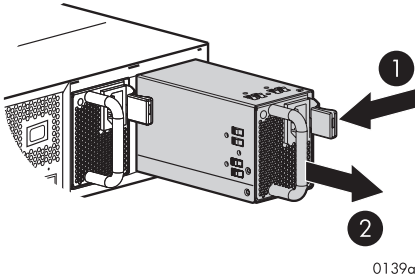

Figure 3 Herausnehmen eines Netzteils
2. Schieben Sie die dunkelrote Verriegelung nach links (1, Figure 3), und ziehen Sie das Netzteil am Griff aus dem Gehuse (2).